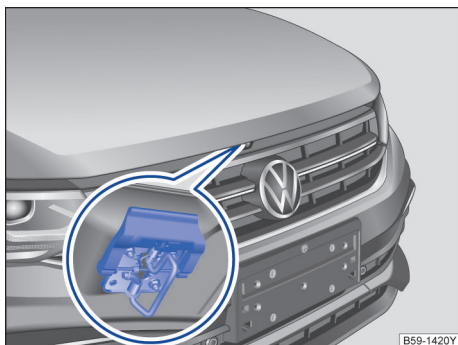

图 223 散热器格栅上方：用于打开发动机舱盖的解锁拨杆
- 按住散热器格栅上方的解锁拨杆→图 223（放大图），并抬起发动机舱盖→▲。